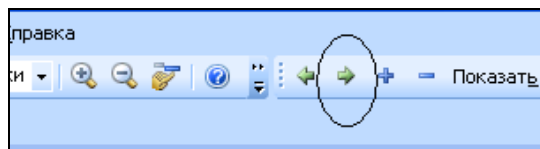

Рисунок 5.11 – Панель инструментов
- На панели инструментов щелкнуть кнопку **На уровень ниже** (см. рисунок 5.11).